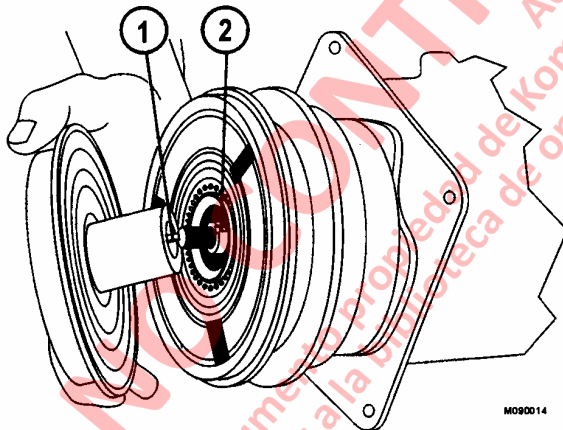

FIGURA 4-20.
1. Ponga el conjunto de la polea en posición sobre el compresor. Use un instalador de rodamientos (1, Figura 4-20), un mango universal (2) y un martillo para golpear levemente el conjunto de la polea hacia el compresor hasta que se asiente. El uso del instalador o equivalente asegura que la fuerza que conduce al rodamiento a su posición actúe en la carrera interior del rodamiento. La aplicación de fuerza en la carrera exterior del rodamiento dañará el rodamiento.